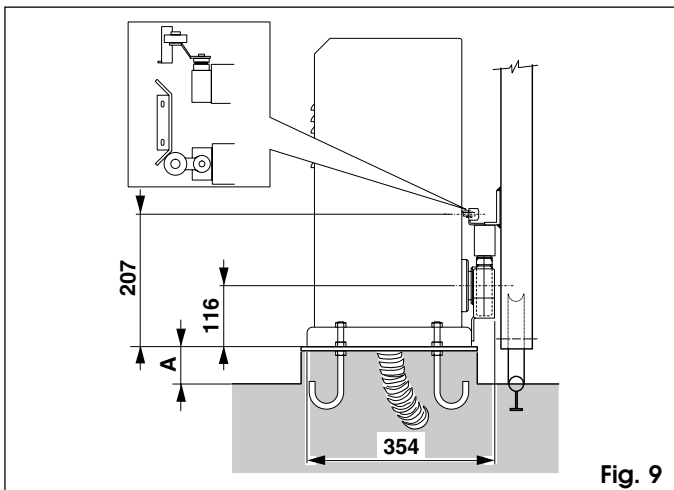

Fig. 9
**N.B.:** se aconseja colocar la placa ligeramente realzada con respecto al nivel del suelo (fig. 9 ref. A).